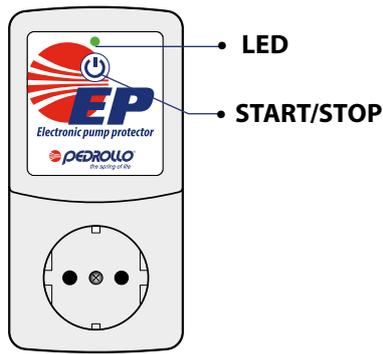

Fig. 1
- Se hace funcionar la electrobomba con el punto de salida abierto (**Fig.1**).